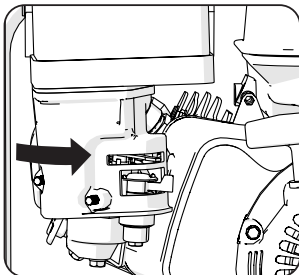

Fig. 15
- Di norma lo starter può essere riposizionato sulla posizione Off subito dopo l'accensione del motore, ma ciò dipende anche dalla temperatura ambientale, dalle condizioni di lavoro ecc. e l'operatore dovrà quindi valutare a propria discrezione. (Fig. 15)